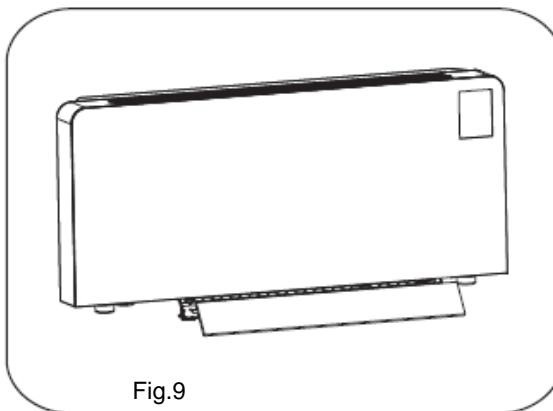

Fig.9
- 2) Déconnecter l'écran de filtre à air conditionné de l'unité comme indiqué sur l'image ci-dessous (Fig.9) ;
- 2) Disconnect the air conditioning filter screen from the unit as shown in the picture below (Fig.9);
- 2) Desconecte la rejilla del filtro del aire acondicionado de la unidad como se muestra en la imagen siguiente (Fig.9) ;
- 2) Trennen Sie den Bildschirm des Klimaanlagenfilters vom Gerät, wie in der Abbildung unten gezeigt (Abb.9) ;
- 2) Scollegare lo schermo del filtro dell'aria condizionata dall'unità come mostrato nella figura sottostante (Fig.9) ;